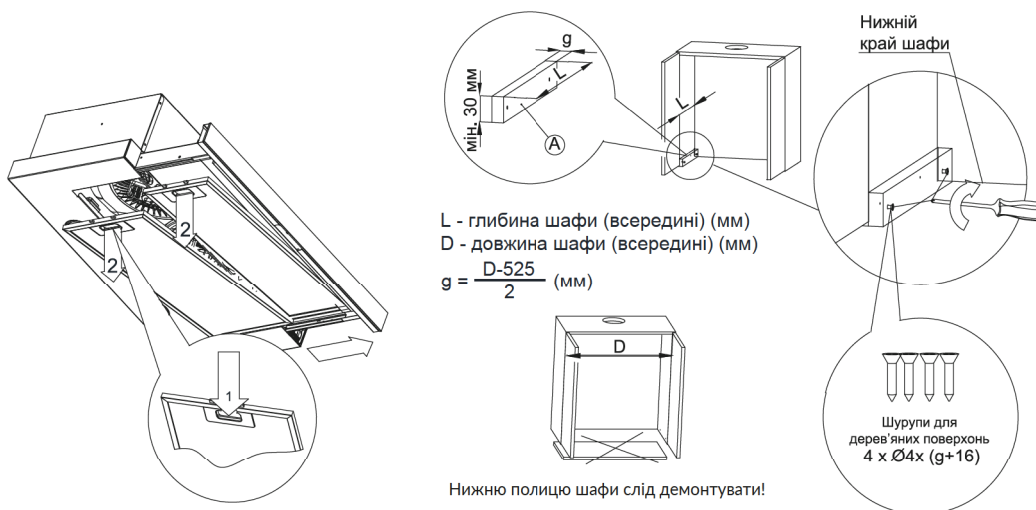

Рис. 4. Зняття жирових фільтрів
1. Витягнувши висувну панель, зніміть жирові фільтри з витяжки (**Рис. 4**).
Витяжку обладнано алюмінієвим фільтром, що зупиняє частинки жиру, що виділяються в процесі приготування. Щоб зняти фільтр, перемістіть затискачі у напрямку стрілок (Рис. 4). Фільтр слід очистити вручну шляхом його занурення у воду з рідиною для миття посуду протягом приблизно 15 хвилин, при температурі 40-50°C. Через 15 хвилин промийте акуратно фільтр. Фільтр повинен бути сухим перед його встановленням у витяжку. Також фільтр можна мити в посудомийній машині. Під час миття колір фільтра може змінюватися, що не впливає на його характеристики фільтрації. Недотримання регулярної очистки фільтра знижує ефективність витяжки та може спричинити пожежу. Жировий фільтр слід очищати щонайменше кожні 35 годин роботи витяжки.